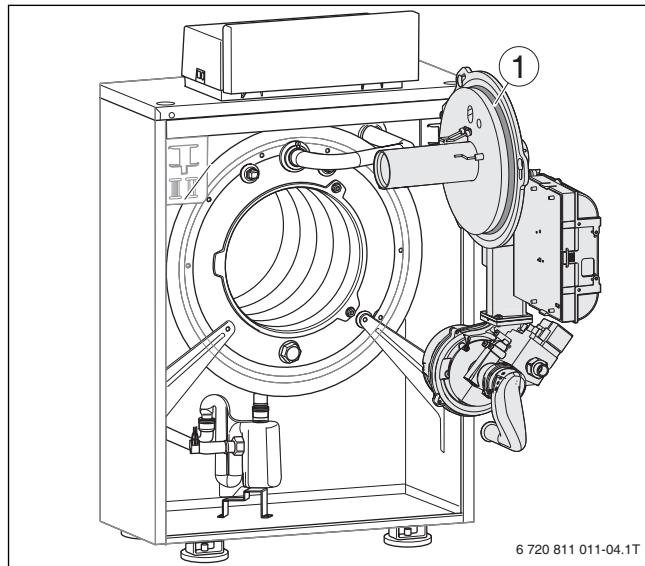

Fig. 13 Caixa do queimador
- Antes de montar o queimador, verificar a posição correta dos o-rings (→ fig. 13, [1]) e, se necessário, corrigir.